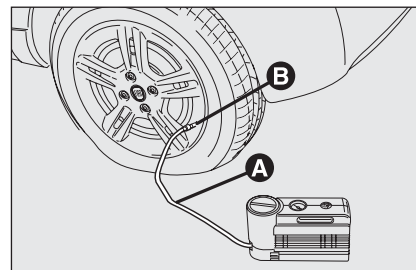

fig. 5
- ❑ **Accione el freno de mano.** Afloje el capuchón de la válvula del neumático, saque el tubo flexible de llenado **A** - fig. 5 y atornille el casquillo **B** en la válvula del neumático;